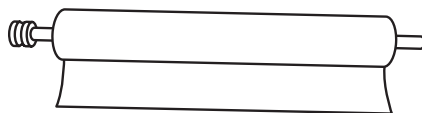

図3
3. 図3で示したように、テンションシャフトにロールフィルムを取り付ける位置決めマークがあります。上下のロールフィルムを同じ位置決めマークに合わせて挿入してください。